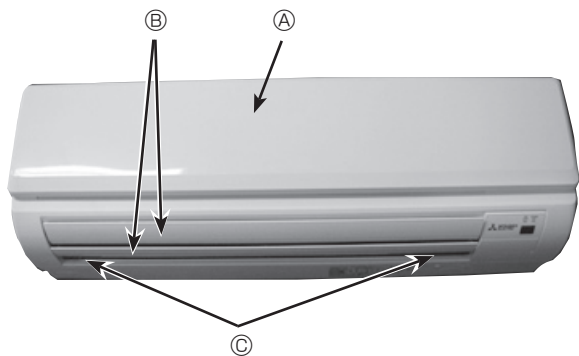

Fig. 6-2
- Retirer les capuchons de vis du panneau. Retirer les vis. (Fig. 6-2)